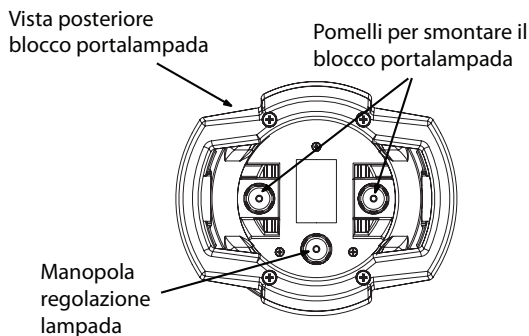

Fig.3
2. Svitare il blocco portalampada tramite i due pomelli (fig.3).
La manopola posta sul retro del sagomatore PFZ725 permette di regolare il bollo (fig.3).